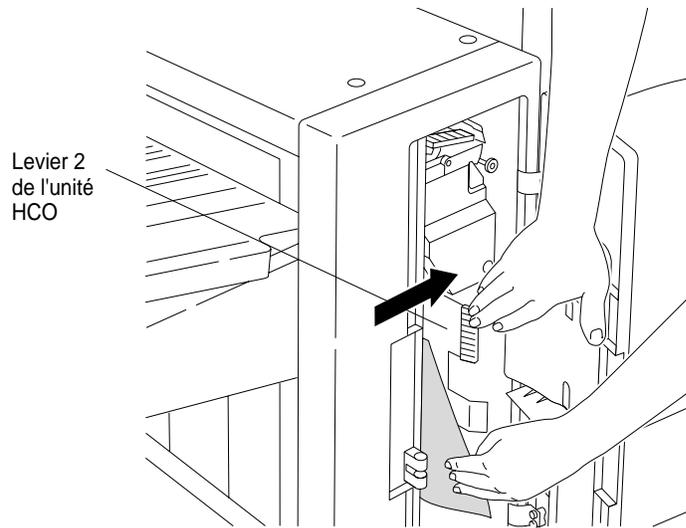

Figure 3-66 Elimination d'un bourrage au niveau de la partie inférieure de l'unité HCO à l'aide du levier 2
3. Repoussez le levier 2 vers l'arrière (Figure 3-66) et retirez les feuilles de papier.